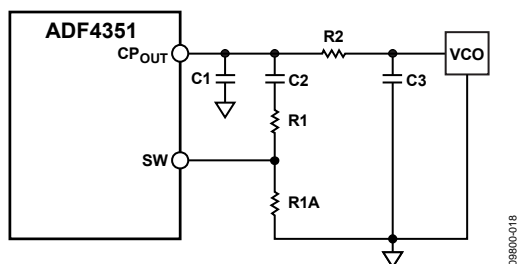

図 31. 高速ロック・ループ・フィルタ・トポロジ 1
- ダンピング抵抗 (R1) を 2 つの値に分けます (R1 と R1A)。その比率は 1:3 とします (図 31 参照)。